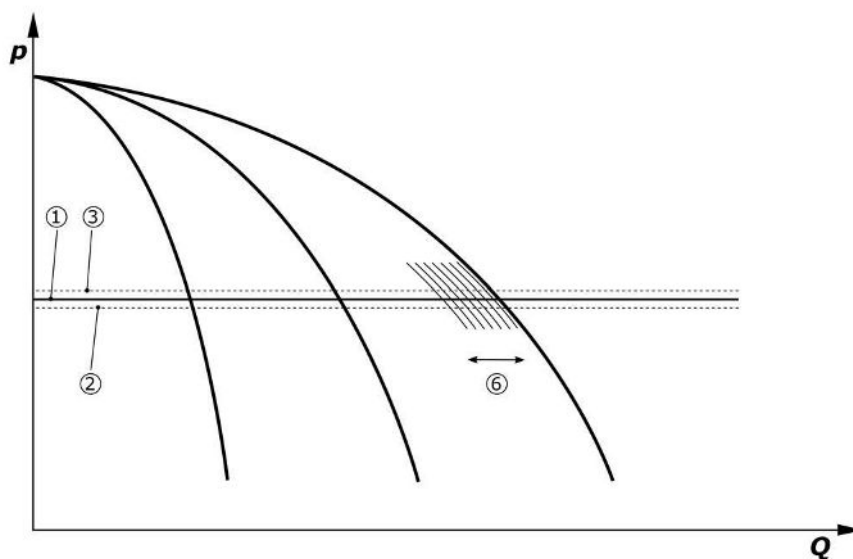

Fig. 7: Pornirea celei de-a treia pompă
Dacă nu există nicio semnalizare „oprire externă” și nicio defecțiune, mecanismele de acționare și sistemul automat sunt activate, una sau mai multe pompe cu controlul turației (Fig. 7) pornesc atunci când pragul de activare (2) este depășit. Pompele rulează cu o turație sincronă comună. Numai pompele care se cuplează sau se dezactivează pot prezenta o altă turație pentru scurt timp.